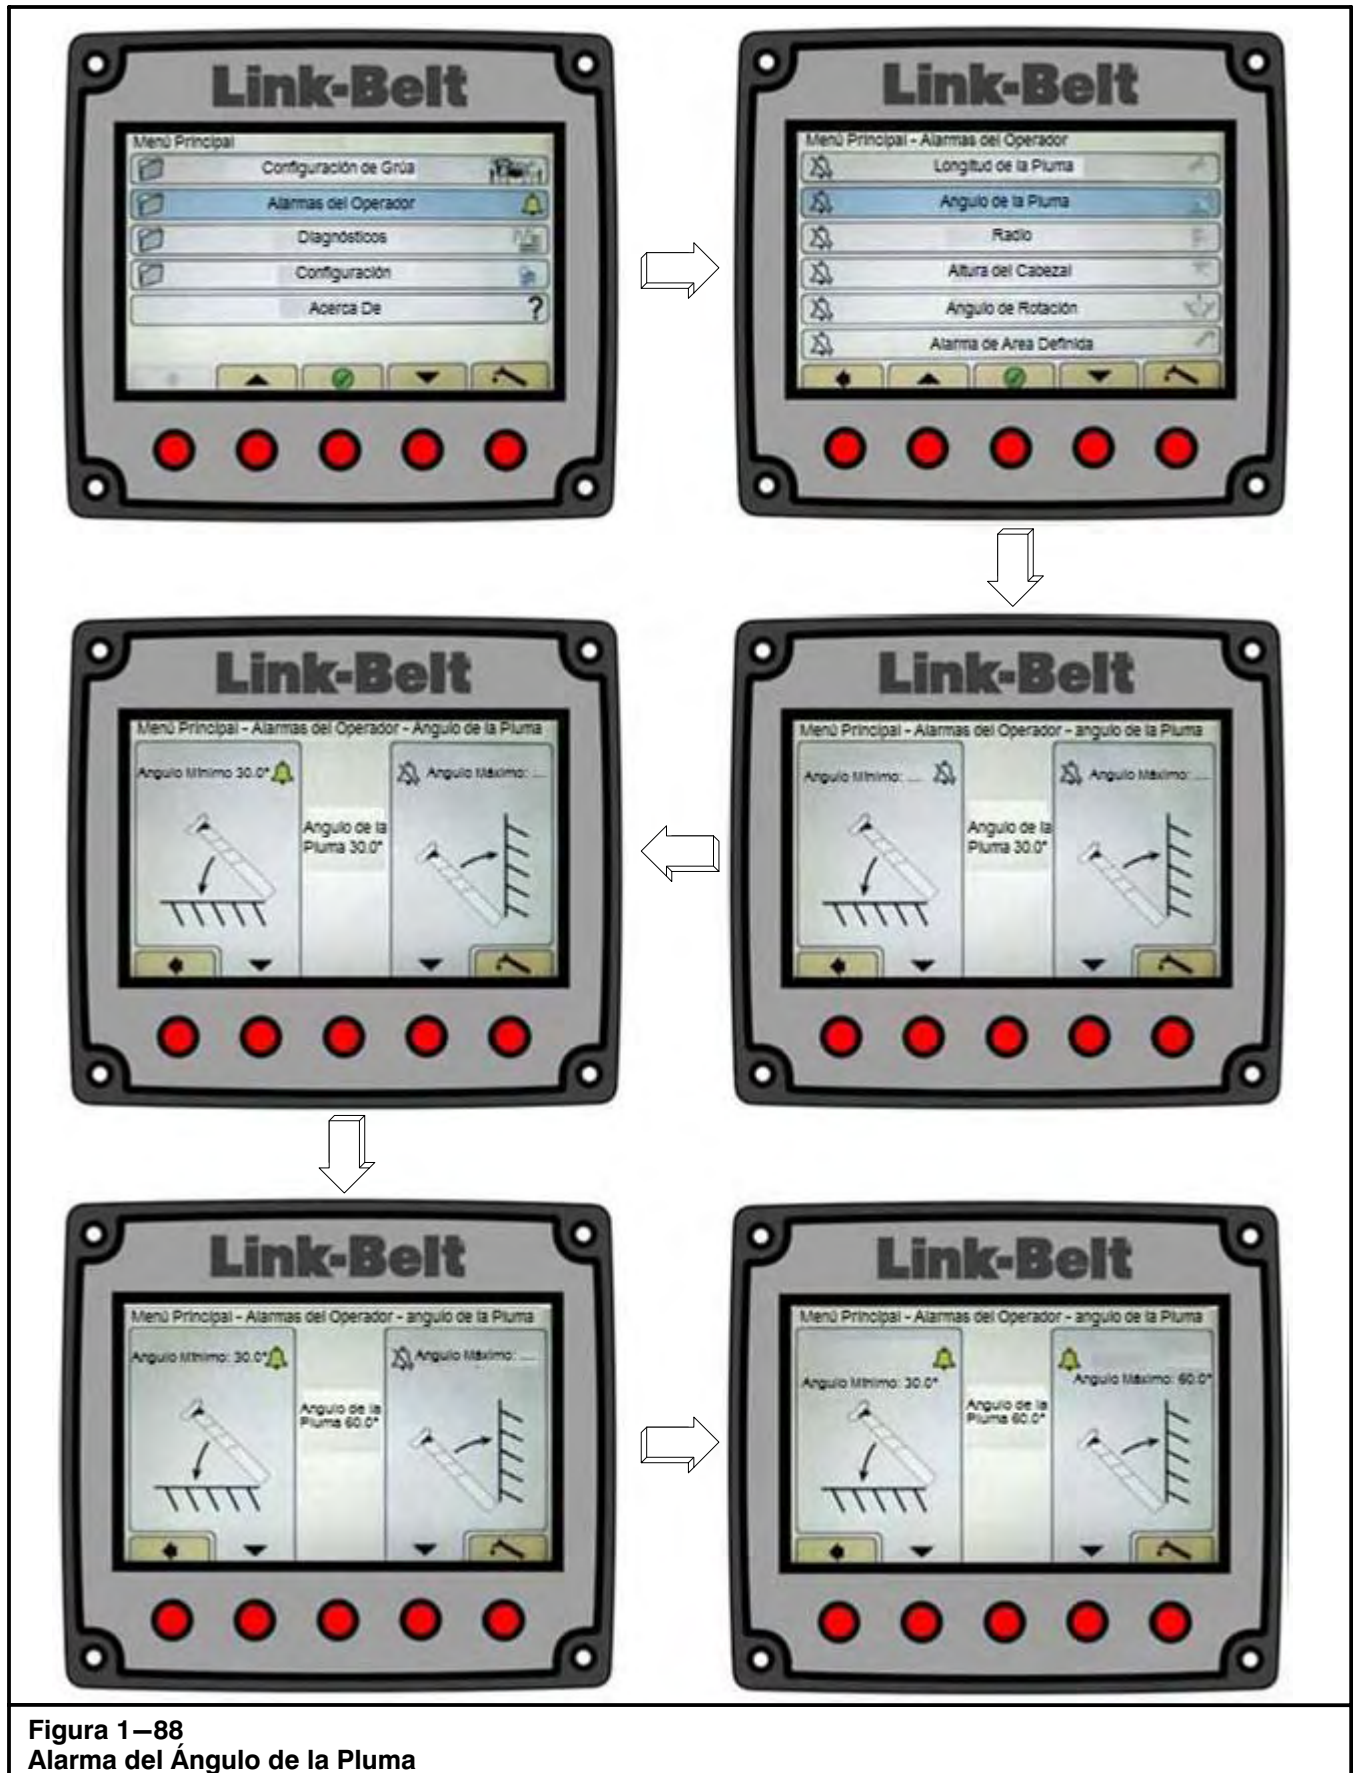

Figura 1–88
2. Desplácese hasta Alarma de operador y presione el botón ACEPTAR / Entrar . Refiérase a la Figura 1–87.